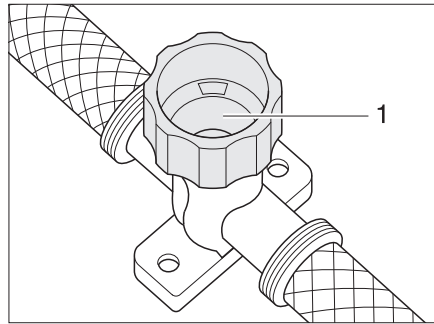

Bild 124 Avtappningskran för varmvattenaggregat
- Stäng avtappningskranen. Vrid då locket (Bild 124,1) medurs.
- Öppna avtappningskranen till varmvattenaggregatet. Vrid då locket (Bild 124,1) moturs.